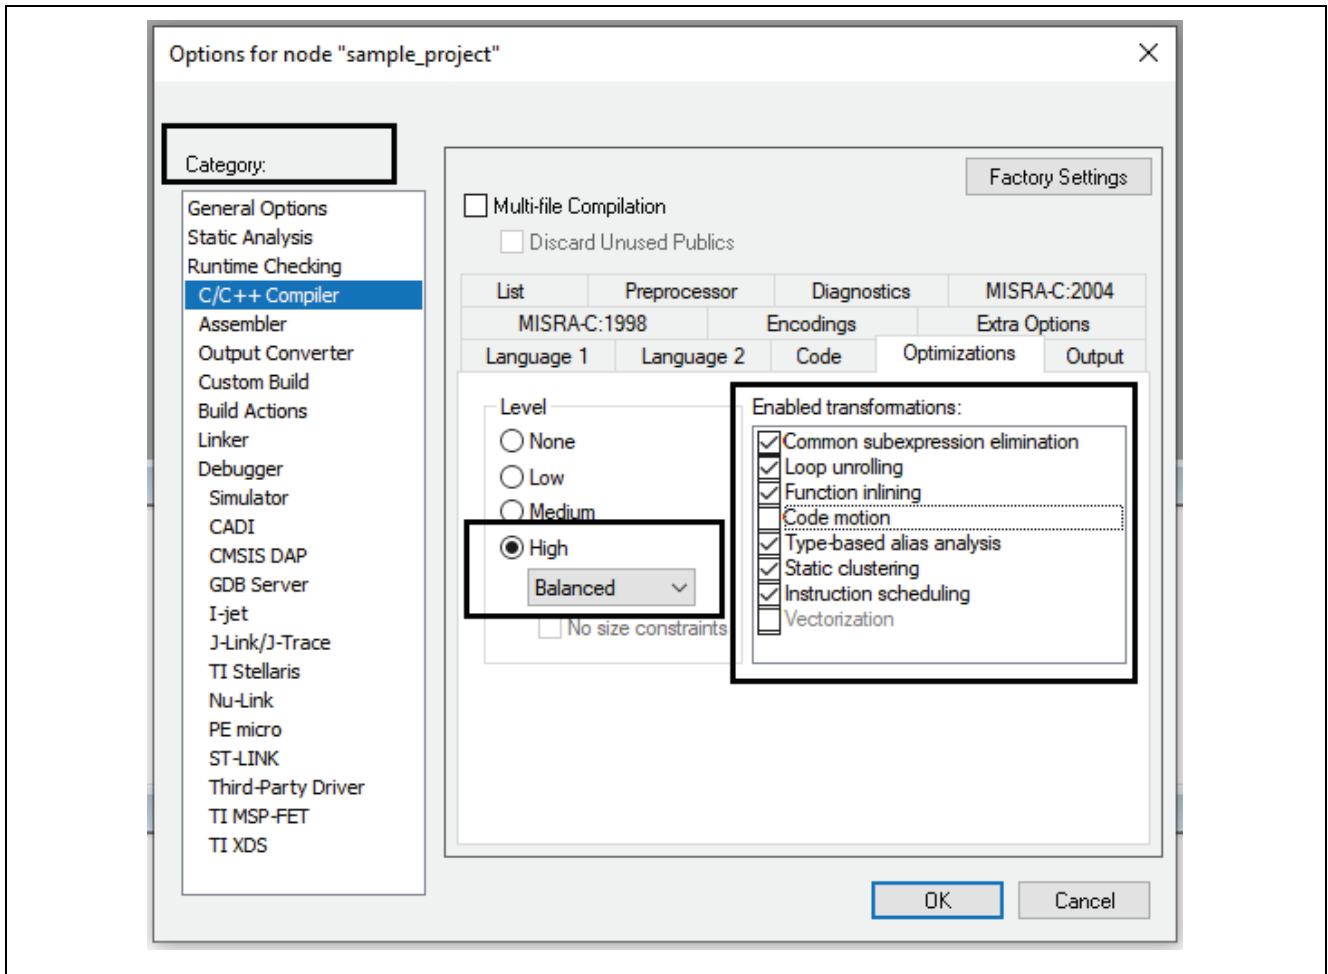

图 21. 优化 (Optimizations)
2. 在 Options 窗口中，Category 选择 C/C++ Compiler。如图 21 所示，在右侧选择 Optimizations，如图 21 所示。